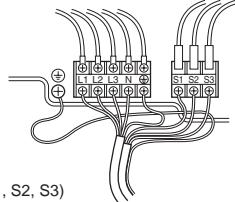

Fig. 6-2
6.1. Außenanlage (Fig. 6-1, Fig. 6-2)
- ① Die Bedienungsplatte abnehmen.
② Die Kabel gemäß der Fig. 6-1 und der Fig. 6-2 verdrahten.